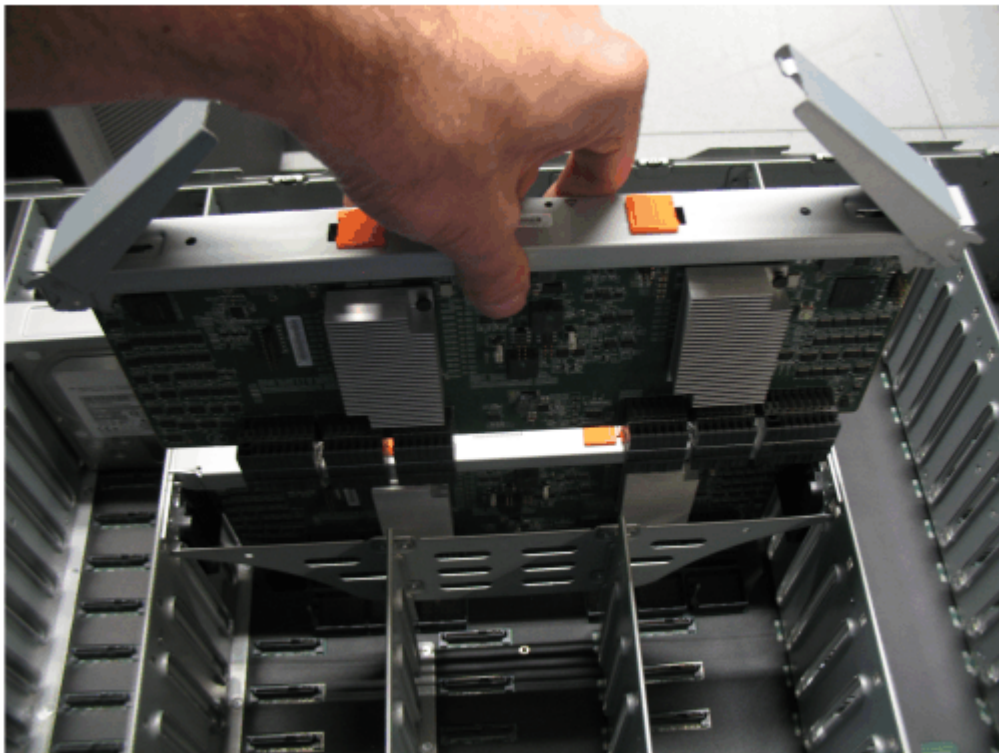

Figure 89. Remplacement du module d'extension secondaire
4. Alignez soigneusement les bords du module d'extension secondaire dans l'emplacement de guidage du boîtier, conformément à la Figure 89, à la page 77.